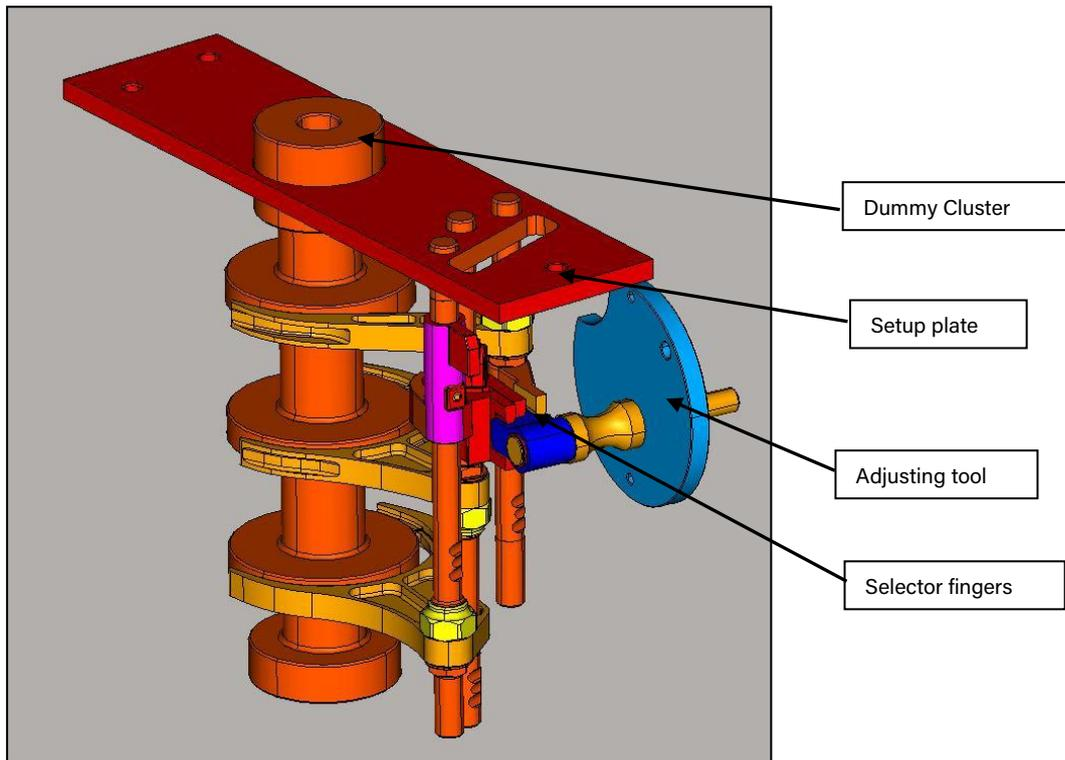

Bild 9
- Die Gabeln mit dem Werkzeug 240 382 0106 positionieren (siehe Bild 9).
- Das Einstellwerkzeug 340 384 0015 am Gehäuse montieren (siehe Bild 9).